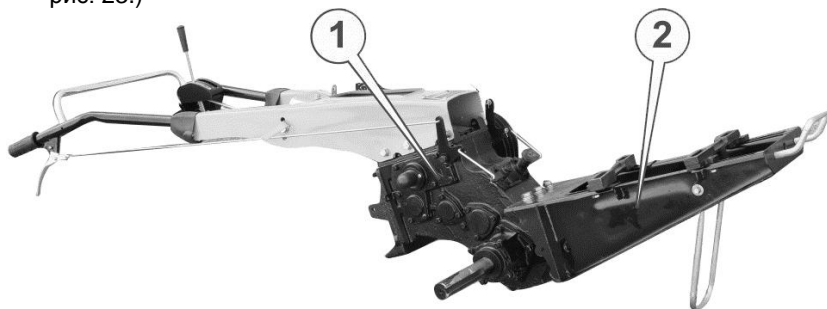

Рисунок 23. Редуктор мотоблока у зборі з рамою
3. Приєднати раму мотоблока (2) (див. рис. 23.) до редуктора (1) за допомогою 3-х болтів M16 і 2-х болтів M12, використовуючи плоскі і розрізні шайби відповідного діаметру із сумки з кріпленням (див. рис. 23.)